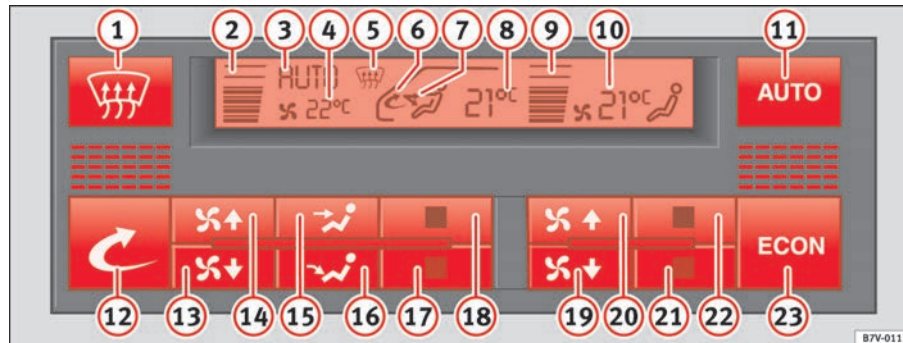

Abb. 118 Ausschnitt aus Instrumententafel: Bedienelemente Climatronic
⇒ Abb. 118 15 oder 16 bzw. eine der Temperaturtasten 17 oder 18. In der Anzeige erlischt **AUTO**.
- Drücken Sie die Taste  ⇒ Seite 157, Abb. 118 , um den Umluftbetrieb ein- bzw. auszuschalten. Er ist eingeschaltet, wenn das Symbol   im Anzeigenfeld erscheint.